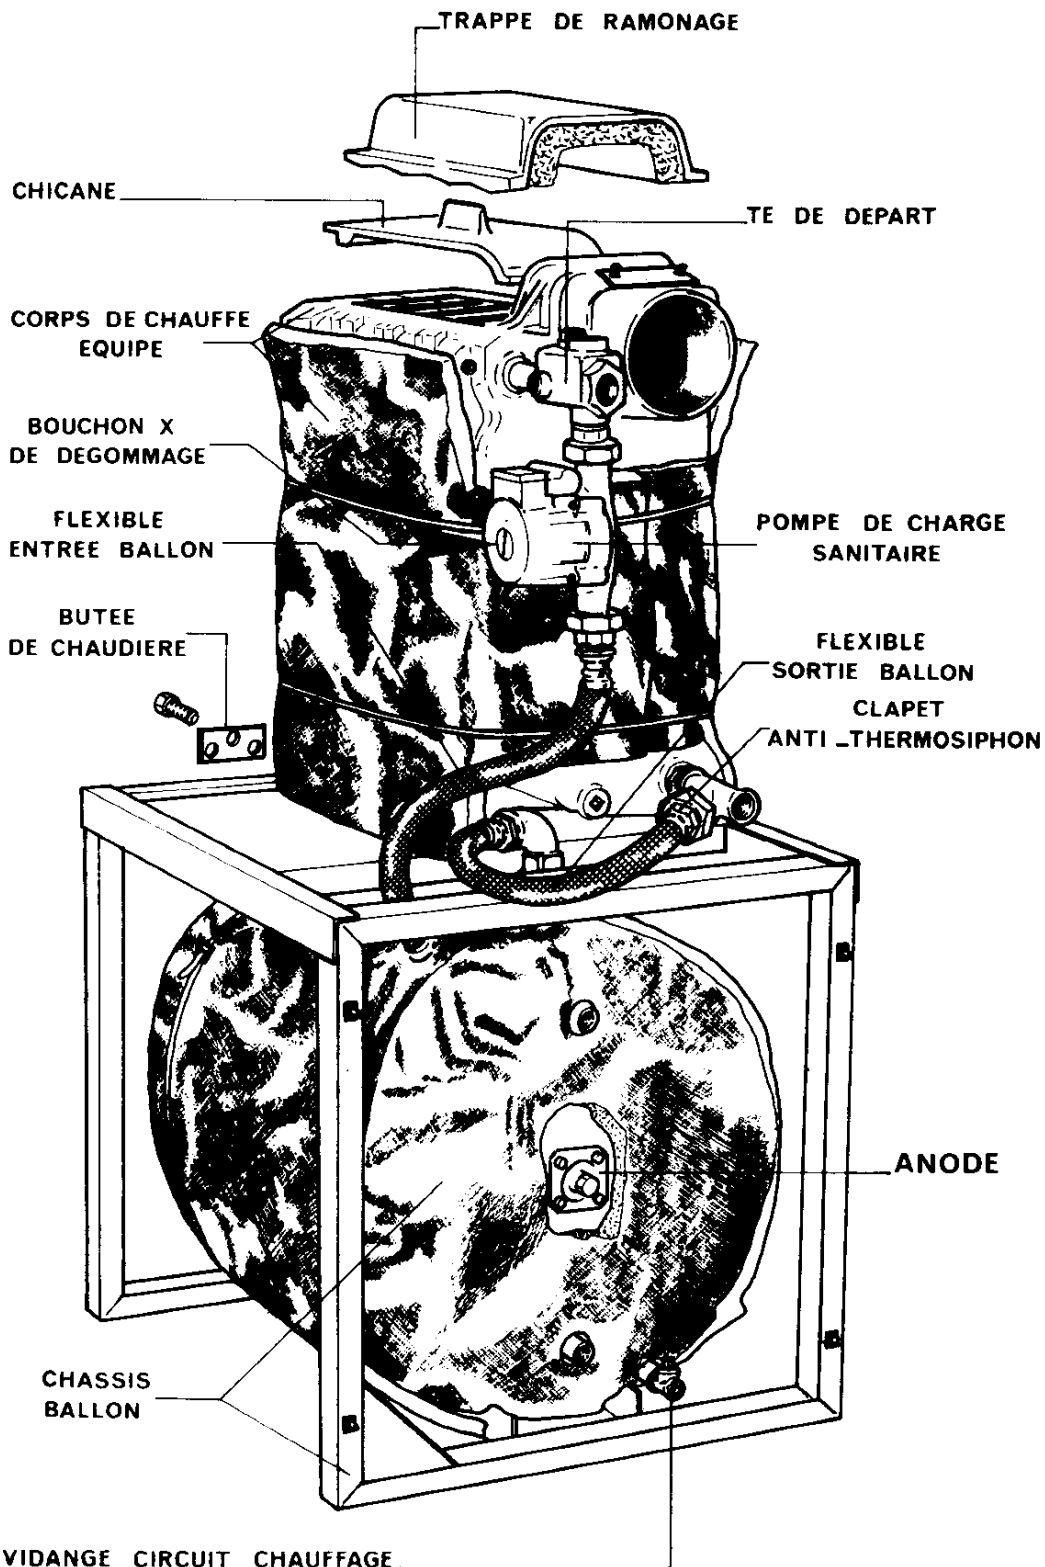

Fig. 1
- sur l'ensemble châssis-ballon (fig. 1 - 2 - 3)
- monter étanche la pièce folle du coude union et son flexible (7) sur l'orifice (S) du ballon.
- monter étanche l'extrémité fileté du flexible (6) sur l'orifice (E) du ballon.
- sur le corps de chauffe (fig. 1 - 2)
- l'orifice (3) du té de départ (4).
- sur l'orifice de départ de l'élément arrière, monter le té de départ (4).
- sur l'orifice de retour de l'élément arrière, monter le raccordement de retour (8).
- raccorder le flexible "entrée ballon" (6) sur la pompe de charge sanitaire et "sortie ballon" (7) sur le raccordement retour (8) comme indiqué figures 1 et 2.